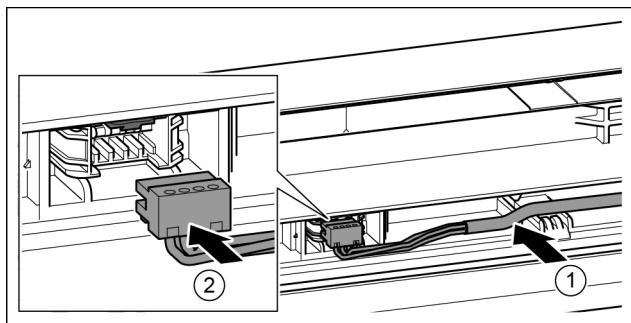

Fig. 38
- ▶ Τοποθετήστε το γκρι καλώδιο στον οδηγό στην επάνω πόρτα. *Fig. 38 (1)*
- ▶ Κουμπώστε το φινι. *Fig. 38 (2)*